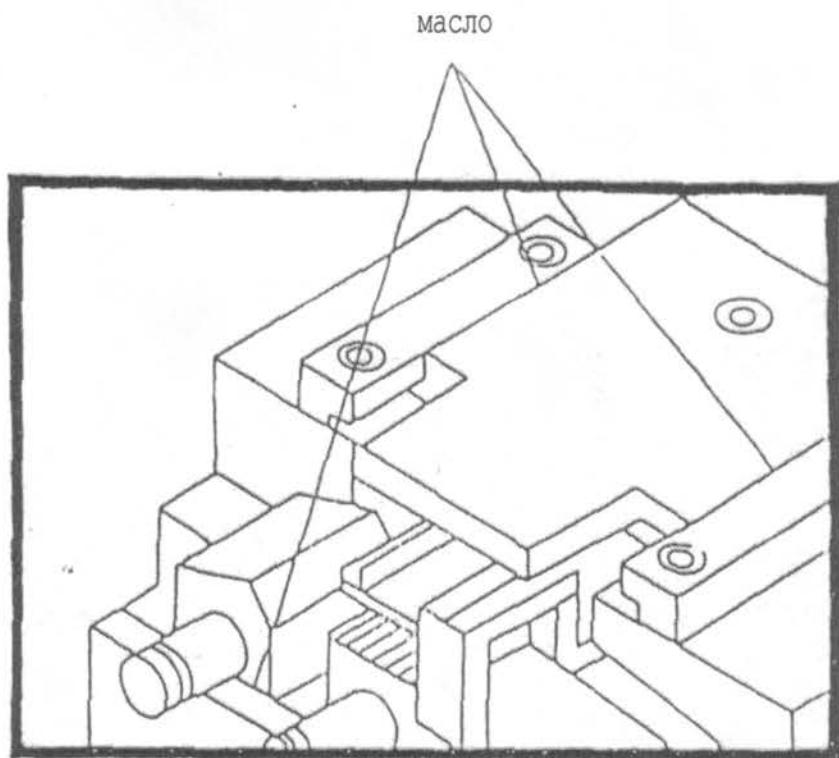

Рис.2
3. После длительного использования машина требует обязательной смазки: Капните несколько капель машинного масла (негустого) в специальные гнезда и в две стороны лентопротяжной пластины (рис. 2). Раз в год меняйте масло в редукторе (150 мл легкого машинного масла).